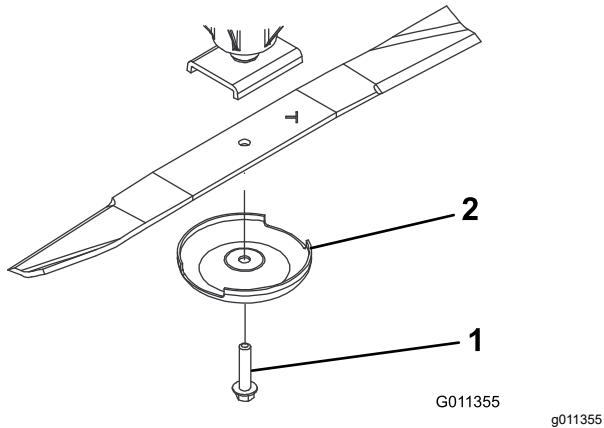

Figura 123
- Retire o parafuso da lâmina, o recipiente antidanos e lâmina do eixo (Figura 123).